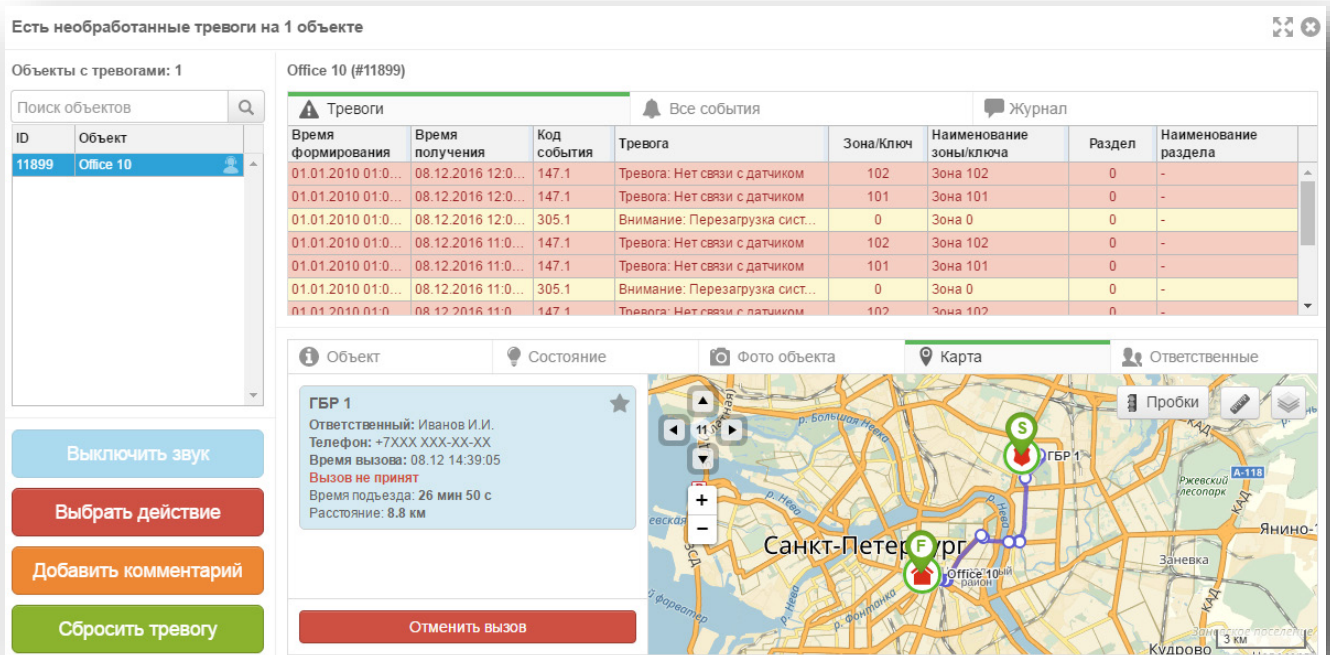

Рисунок 160. ГБР вызвана
- Значок ГБР на карте сменит цвет на красный, что означает, что данная ГБР занята и не доступна для вызова на другие объекты (рис. 160).